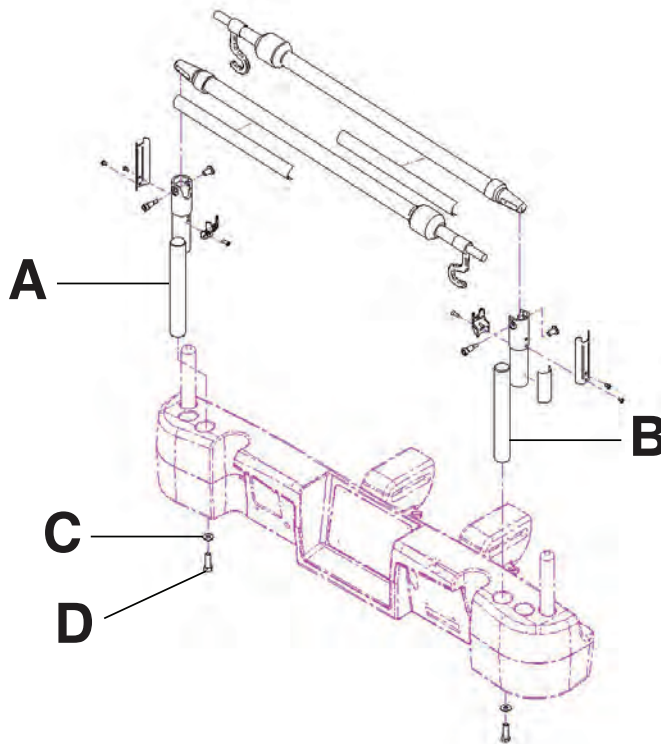

Figure 2-121 : Double support de perfusion à deux positions
1. À l'aide de la clé à cliquet de 3/8 po. et de la douille de 1/2 po., installer une rondelle (C) et un boulon (D) pour fixer le support de perfusion dans le logement situé du côté tête du produit (A) (Figure 2-121 à la page 2-114).
2. À l'aide de la clé à cliquet de 3/8 po. et de la douille de 1/2 po., installer une rondelle (C) et un boulon (D) pour fixer le support de perfusion dans le logement situé du côté tête du produit (B) (Figure 2-121 à la page 2-114).